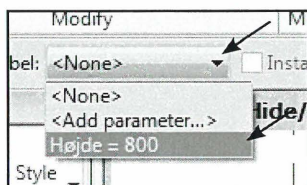

Fig. 06.22. Sæt den oprettede *Højde Parameter* på den markerede målkæde.
- Marker målkæden og gå til *Modify* panelet og vælg på listen den *Højde Parameter*, som vi allerede har oprettet (Fig. 06.22).
Der kan også oprettes en ny *Parameter*, hvis dette ønskes. Så vælges *Add Parameter* (Fig. 06.22). Vi kommer til at oprette flere *Parameters*.